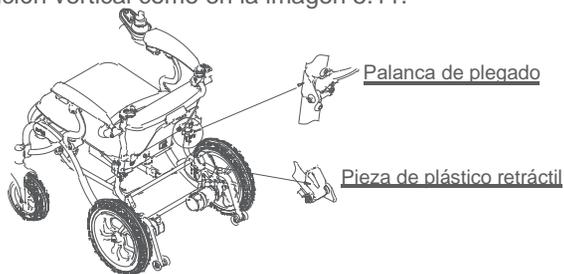
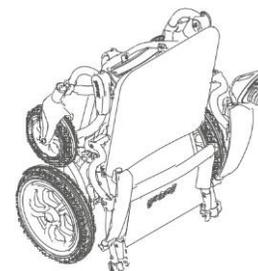

Imagen 5.11
Imagen 5.12
- Tire de la hebilla de bloqueo que se muestra en la imagen 5.5 y del tubo antivuelco que se aprecia en la imagen 5.12. Al mismo tiempo, tire de las palancas de plegado de ambos lados, como se observa en la imagen 5.10. Pliegue la silla de ruedas hacia abajo con firmeza hasta que el pasador elástico quede encajado en la pieza de plástico retráctil. A continuación, disponga la silla en posición vertical como en la imagen 5.11.